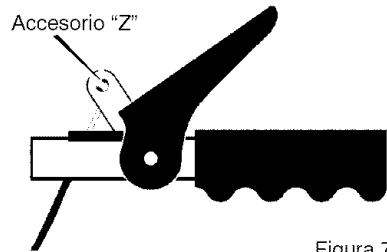

Figura 77
Para asegurarse de que estén bien ajustados, suelte el accesorio "Z" en la palanca de propulsión (Figura 77).
5. Desconecte el **accesorio "Z"** de la **palanca de propulsión** (Figura 77).
11. Instale el **gancho "Z"** en la **palanca de propulsión** (Figura 77).